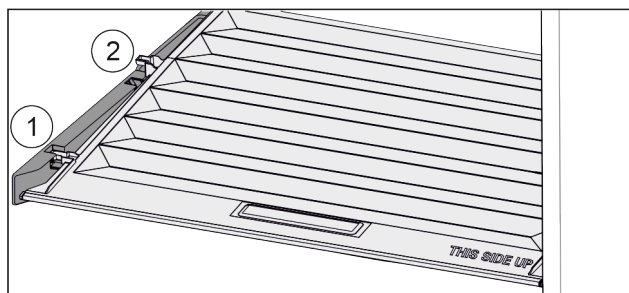

Fig. 98
- Tirare in avanti il coperchio fino all'apertura nei fermi Fig. 98 (1).
- Sollevare posteriormente dal basso e togliere verso l'alto Fig. 98 (2).